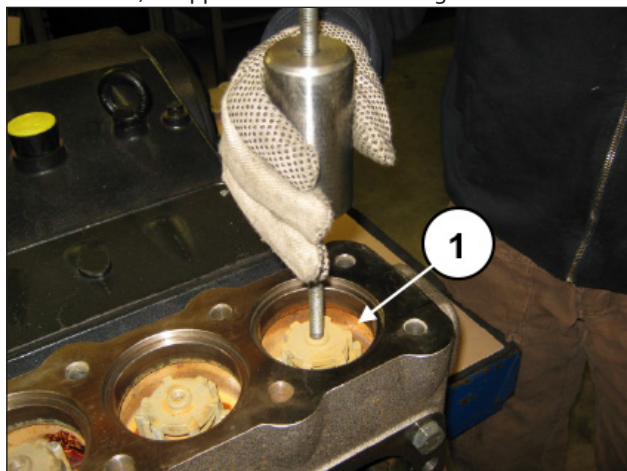

Fig. 95
- D) Estrarre guida valvola di mandata, molla e valvola sferica mediante l'utilizzo di un estraattore a massa battente (cod. 27516400) da applicare al foro M10 del guida valvola (pos. ①, Fig. 95) o, in aggiunta, eventuale adattatore M10-M16 (cod. 25089700) da applicare al filetto M16 del guida valvola.